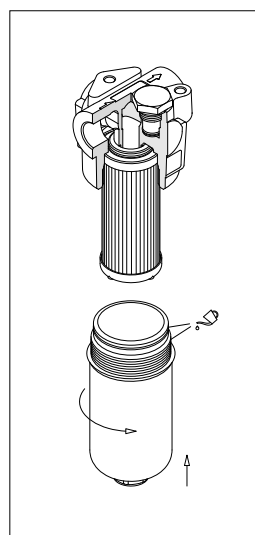

fig. 21
- (Fig. 21) Lubrificare il filetto e l'O-ring del contenitore, quindi avvitare il contenitore facendo riferimento alla tabella delle coppie di serraggio al paragrafo 3